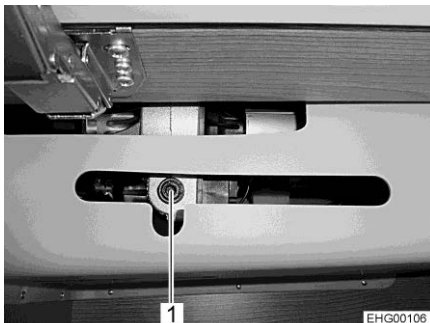

Bild 80 Åtkomst till drivenheten
- Om fästet (Bild 80,1) för drivningen finns monterat i väggskåpet: Öppna väggskåpet.
- Stick den medföljande veven eller insexnyckeln i hållaren vid motorn (Bild 80,1).